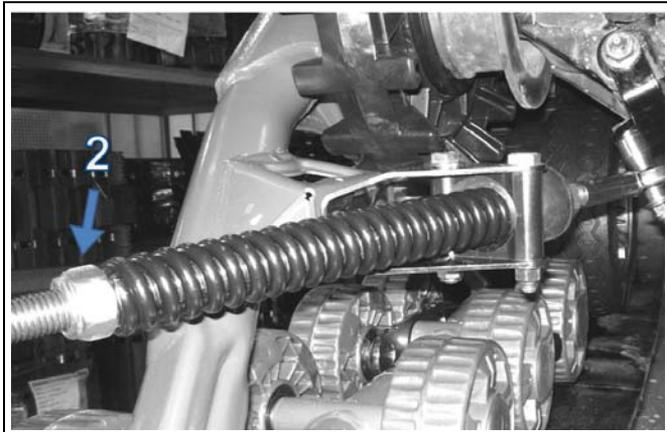
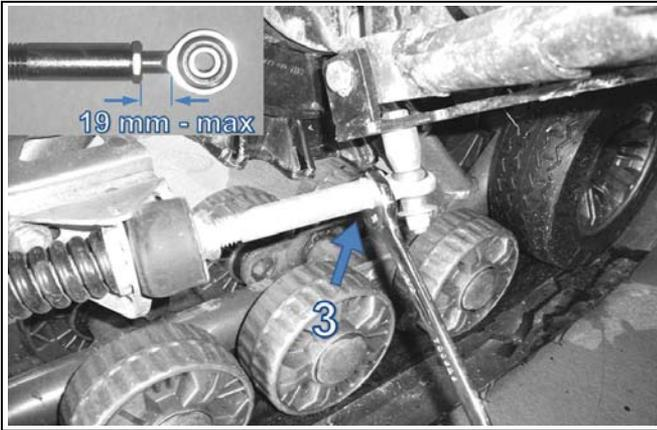

Figure 14
Figure 15
- Tourner l'écrou (2) jusqu'à ce qu'il vienne en contact avec le ressort. Comprimer ensuite le ressort en tournant cet écrou de 2 tours (Voir la Figure 14).
NOTA: Dans certains cas rares où l'ajustement de l'écrou (article 2, Figure 14) comprimant le ressort se situe près de l'extrémité de la tige filetée, rallonger l'assemblage en desserrant l'écrou de blocage (article 3, Figure 15) et dévisser la tige afin que les filets de la rotule soient visibles sur au plus 19 mm. S'assurer que l'écrou de blocage est bien barré contre la tige filetée après l'installation.